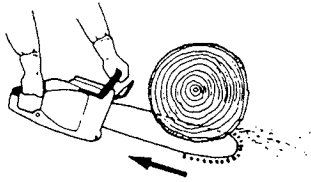

Fig. 16
- Cuando corte con la parte superior de la cadena, la fuerza reactiva empujará la sierra hacia usted tratando de alejarse de la madera que está cortando. (Fig. 16)